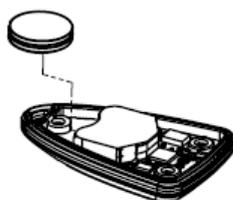

Figure 17. Insérer les piles dans l'émetteur
4. Insérer les nouvelles piles (voir la figure 17 et 18)